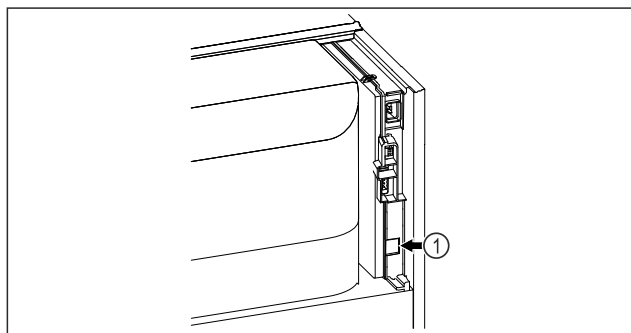

Fig. 85
- ❑ Se utiliza SmartModule Fig. 85 (1).